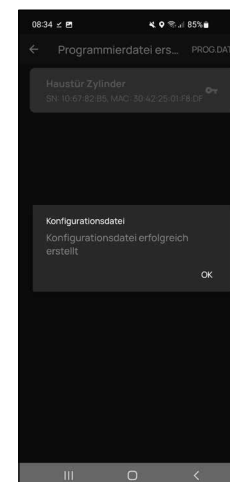

Fig. 4
- ⑤ Au bout d'un petit moment, vous recevez un message selon lequel votre fichier de programmation a été créé. Confirmez par « OK » (Fig. 4).